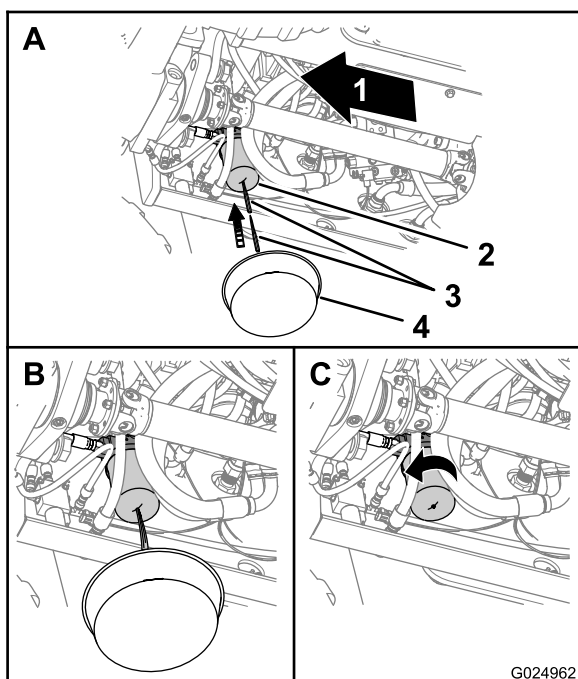

Figura 97
1. Collocate una bacinella di spurgo sotto il filtro dell'olio della trasmissione (Figura 97).
2. Punzionate la base del filtro della trasmissione e lasciate defluire il fluido idraulico restante nella bacinella di spurgo (Figura 97).
3. Togliete il filtro della trasmissione con una chiave per filtri e scartatelo (Figura 97).
6. Montate il nuovo filtro a mano e serrate il filtro da mezzo a tre quarti di giro dopo che il filtro entra in contatto con la relativa testa (Figura 97).